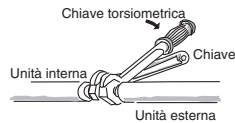

Fig. 7-6
- (2) Fissare bene le tubazioni del refrigerante sul lato delle unità interne che protrudono dal muro a quelle dalle unità esterne.
- (3) Per stringere i dadi flangiati, applicare la coppia di serraggio specificata.
- Nel rimuovere i dadi flangiati dai collegamenti o quando li si stringe dopo aver collegato le tubazioni, non mancare di usare due chiavi o due chiavi inglesi. (Fig. 7-6) Se i dadi flangiati sono stretti troppo, la svasatura potrebbe danneggiarsi, causare perdite di refrigerante e quindi incidenti o asfissia degli occupanti della stanza.